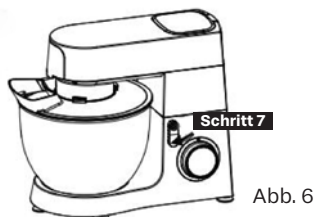

Abb. 6
- Drücken Sie den Motorblock nach unten, der Anhebehebel (2) wird automatisch in waagerechter Position verriegelt (Schritt 7). (Abb. 6)